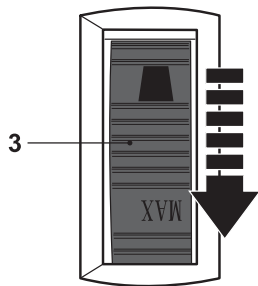

Fig. 12
- > Desplace el selector de velocidad (3) hacia atrás cuando desee disminuir la potencia de aspiración/soplado (Fig. 12).